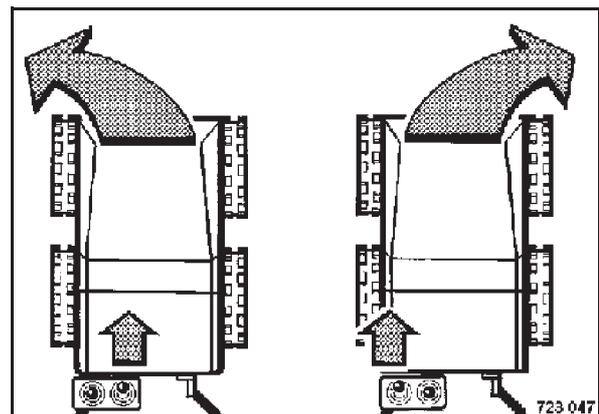

Bild 49
- Fahrhebel entsprechend (Bild 49) aussteuern.